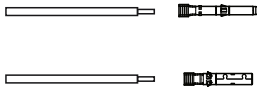

图3.12 拆卸连接器盖螺母
1. 剥去直流线缆约7毫米，拆下连接器盖螺母。（参见图3.12）